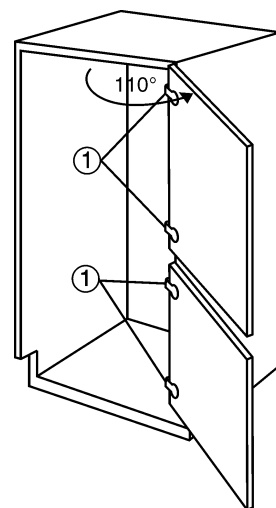

Fig. 2
Pour accrocher les portes de placard, utiliser des charnières intérieures Fig. 2 (1) de haute qualité. Les charnières doivent être réglables afin de s'assurer que les portes se trouvent parfaitement à angle droit lorsqu'elles sont fermées. L'angle d'ouverture maximal admis des charnières est de 110°. Lorsque vous choisissez les charnières, faites attention à leur dépassement (épaisseur). Un jeu de 21-7/16 in. (544.5 mm) doit être disponible entre la paroi intérieure gauche du meuble et le dépassement (épaisseur) de la charnière.